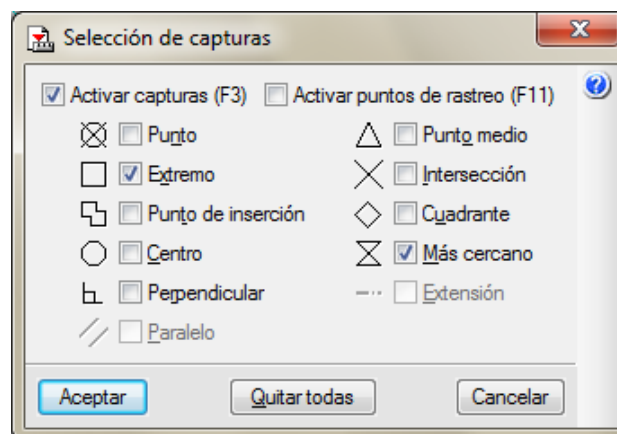

Fig. 4.87
11. Para realizar una medición sobre una línea curva hay que ir capturando pequeños segmentos sobre la línea curva. Para ayudarse en esta operación puede combinar o alternar con una selección de captura de tipo **Extremo y Más cercano** Fig. 4.87.